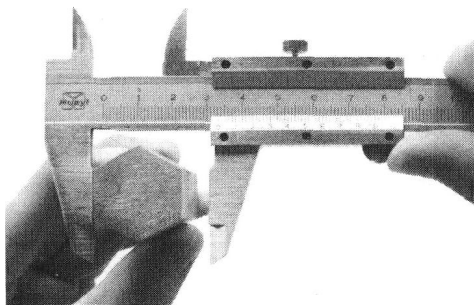

图 1-14 游标卡尺测量零件的方法
(1) 使用前要对卡尺进行细致的检查。擦净测量爪, 检查测量爪测量面是否平直, 然后将两测量爪密贴, 检查密贴处有无间隙和漏光现象, 再看尺身、游标上 0 刻度线是否对齐。
(2) 被测量零件表面不应有毛刺、损伤等, 否则测量的数值不准确。
(3) 在游标上读取数值时, 应把卡尺拿平, 面向光亮的地方, 使视线尽可能地和卡尺上刻线垂直, 以免造成读数误差。
(4) 测量零件外部尺寸时, 先把零件放置在两个张开的测量爪内, 贴紧固定测量爪, 然后推动游标, 当活动测量爪紧贴在零件上时, 即可在卡尺上读出零件的尺寸, 如图 1-14 所示。